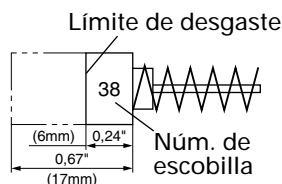

Fig. 19
## 3. Inspección de la escobillas (Fig. 19)
**NOTA:** Utilice las escobillas HITACHI Núm. 38 indicadas en la Fig. 19.